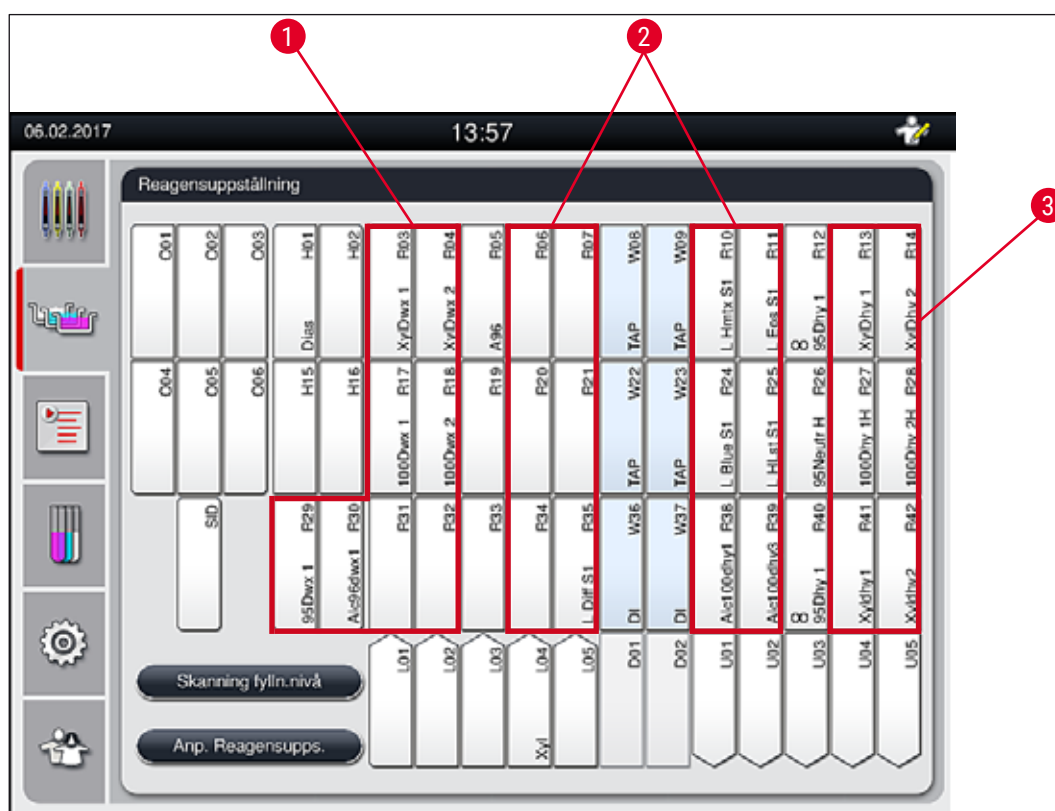

Bild 39
- Infärgningsreagenser som kräver ett efterföljande sköljvattensteg ska placeras nära sköljvattenkyvetterna (→ "Bild 39").